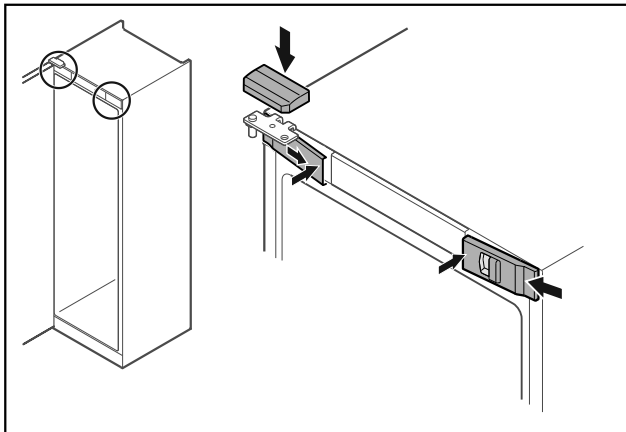

Fig. 50
- ▶ Įkabinkite priekines dengiamąsias plokšteles Fig. 50 (1) šone ir užfiksuokite vidinėje pusėje.
- ▶ Užfiksuokite viršutinę dengiamąją plokštelę Fig. 50 (2) iš viršaus.